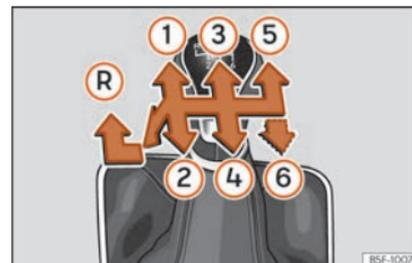

Abb. 43 Schaltschema bei einem 5-Gang bzw. 6-Gang Schaltgetriebe
Auf dem Schalthebel sind die Positionen der einzelnen Fahrgänge dargestellt »» **Abb. 43**.
- Schalthebel auf Leerlauf stellen und nach unten drücken, ganz nach links und dann nach vorne schieben, um den Rückwärtsgang » Abb. 43 (R) einzulegen.